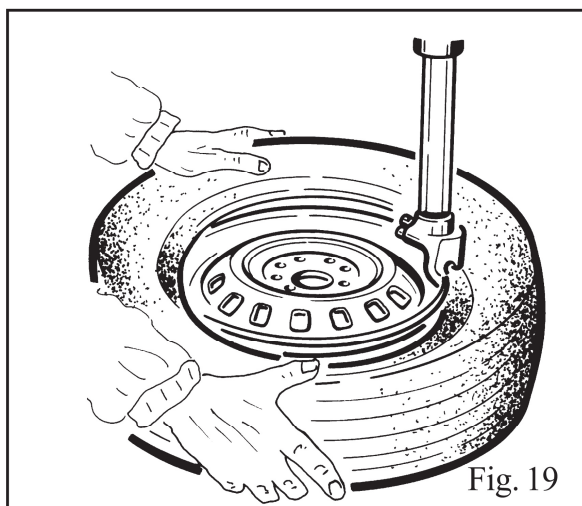

Fig. 19
- En appuyant avec les mains sur le talon du pneumatique vers le canal de la jante, abaisser la pédale (Z) pour faire tourner le mandrin dans le sens des aiguilles d'une montre. Continuer jusqu'à couvrir toute la circonférence de la jante (Fig. 19).